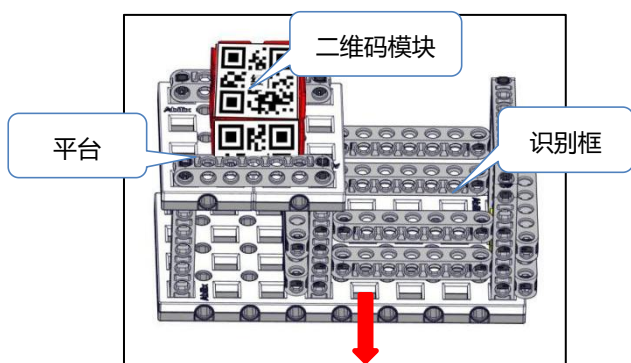

图 4-4-1 初始状态
4.4.1 扫描二维码模型的初始位置位于 1-17。方向和位置都是可变的，红色箭头为模型正面朝向，二维码模块在平台上，如图 4-4-1 所示。